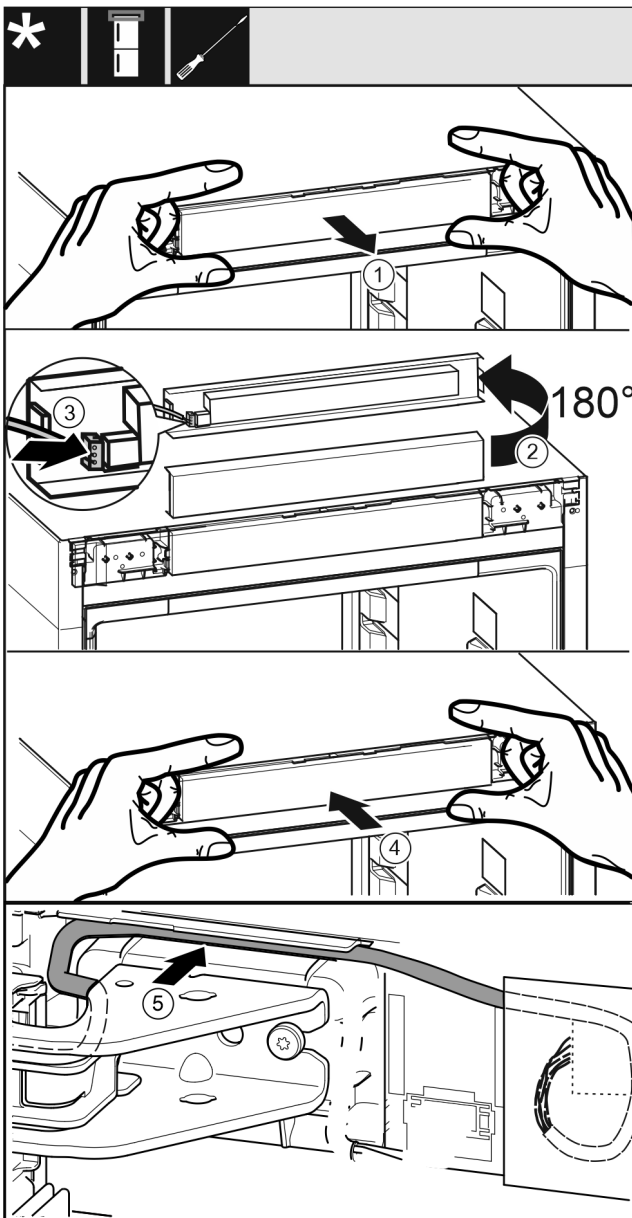

Fig. 38
- ▶ Обережно витягніть невелику панель керування Fig. 38 (1)
- ▶ Поверніть невелику панель керування Fig. 38 (2) на 180° вгору.
- ▶ Зафіксуйте штекер Fig. 38 (3) на невеликій панелі керування.
- ▶ Знову зафіксуйте невелику панель керування Fig. 38 (4) на пристрої.
- ▶ Обережно розташуйте кабель Fig. 38 (5) у направляючій над верхнім опорним кронштейном.